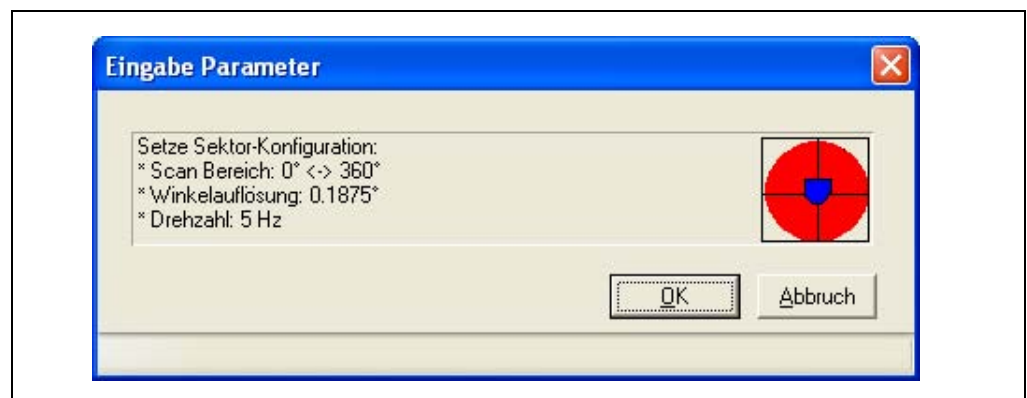
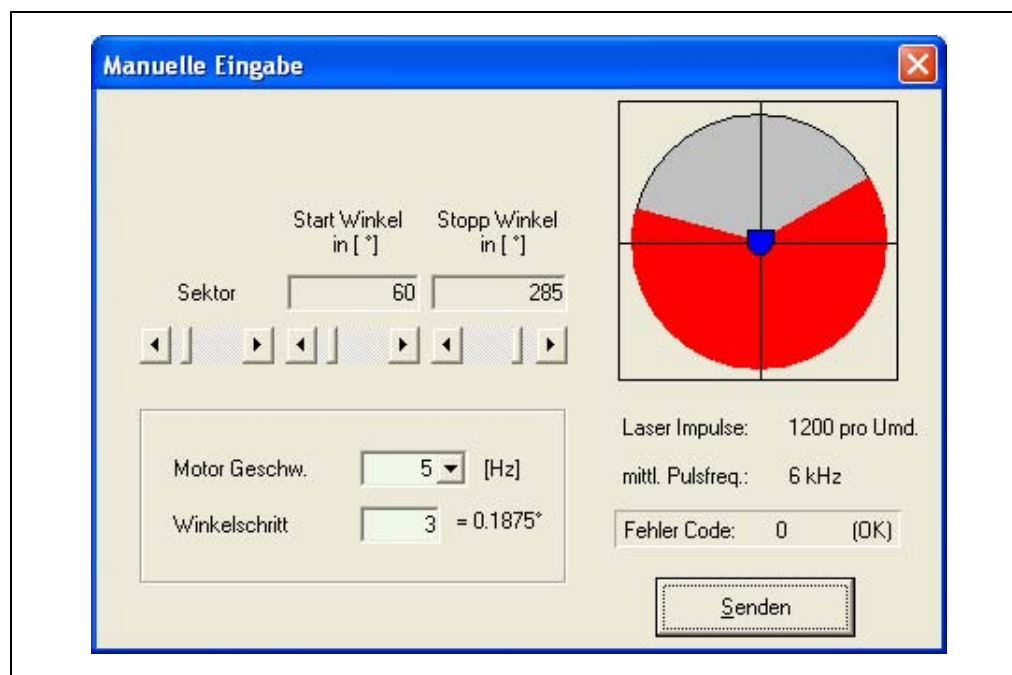

Abb. 6-6: Konfigurationssoftware „LD-PDS“: Dialogfenster „Eingabeparameter“, 0° bis 360°
Abb. 6-10: Konfigurationssoftware „LD-PDS“: Dialogfenster „manuelle Eingabe“
- Im Menü unter LD-PDS den Befehl EINGABEPARAMETER klicken und das gewünschte Einstellprofil wählen. Bei Auswahl eines vorkonfigurierten Einstellprofils öffnet sich das Dialogfenster EINGABEPARAMETER (Abb. 6-6, Seite 54). Bei Auswahl des Befehls MANUELLE EINGABE öffnet sich das Dialogfenster MANUELLE EINGABE (Abb. 6-10, Seite 56).